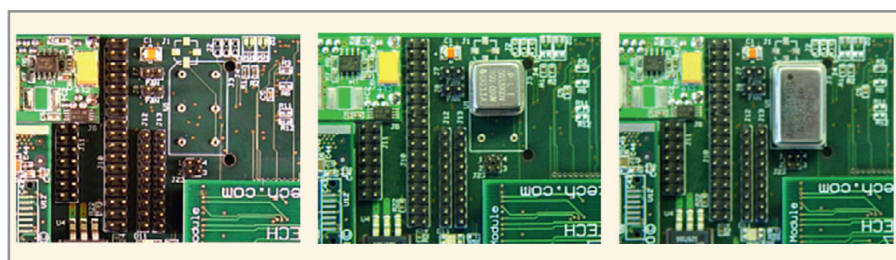

Рис. 6. Расположение розетки для подключения внешних генераторов синхронизирующих сигналов на плате
- розетка для подключения специальных генераторов (см. рис. 6).